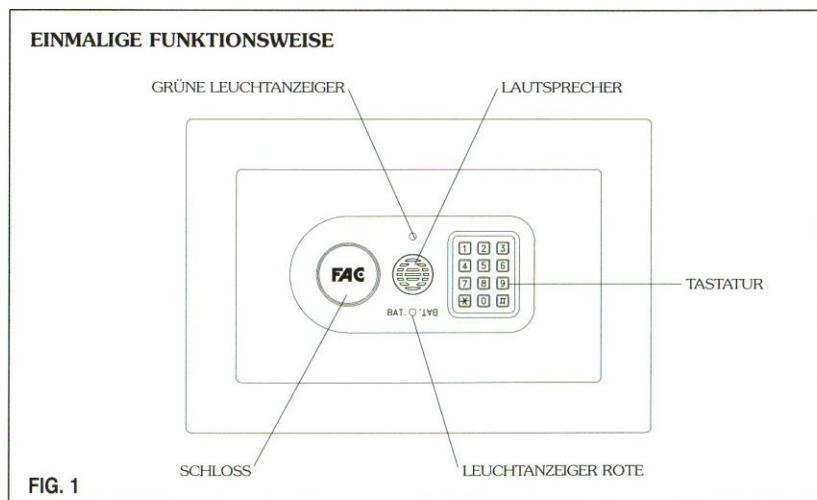

FIG. 1
Die zum öffnen des Tresors notwendigen Schritte (siehe Abb. 1) sind:
1. Einschalttaste « \* » drücken. Es erklingt ein Ton der auffordert einen Code einzugeben, während die grüne Anzeige fortwährend aufleuchtet (siehe Abb. 1).
- Den Notschlüssel «1» in den Verschluss einführen (siehe Bild 1) und 180 Grad nach rechts drehen. Den Schlüssel wieder abziehen.